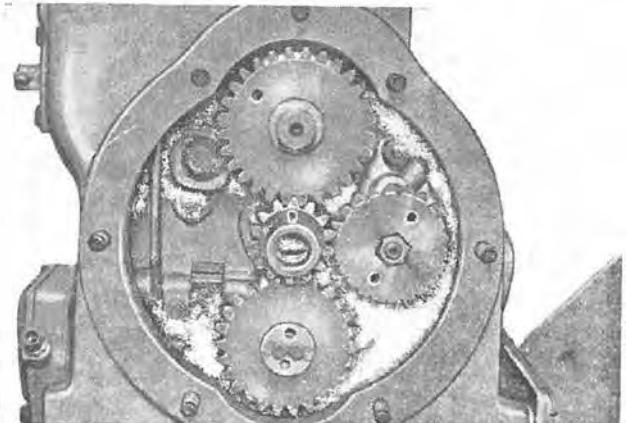

Fig. 65
- Fig. 65 - Réglage de la distribution.